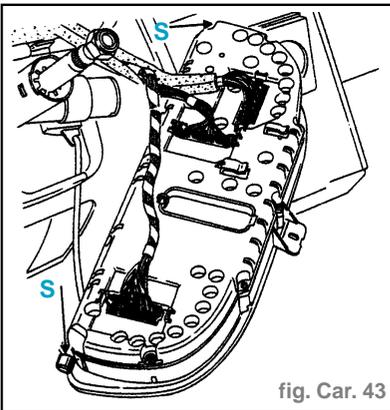

fig. Car. 43
- Attention de conserver et positionner les petites cales caoutchoucs (**S**) (fig. Car. 43).